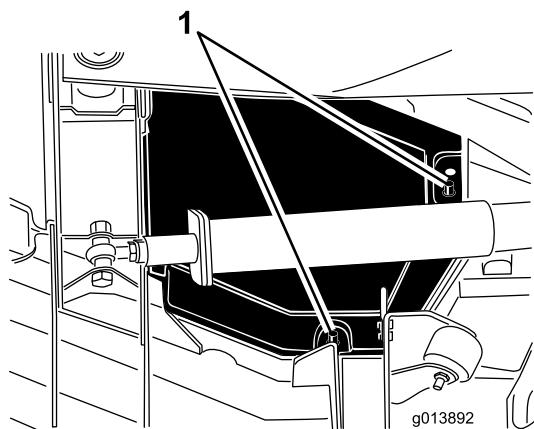

Figure 47
- Soulevez les bords arrière et intérieur du carter pour le dégager des supports de montage (Figure 47).